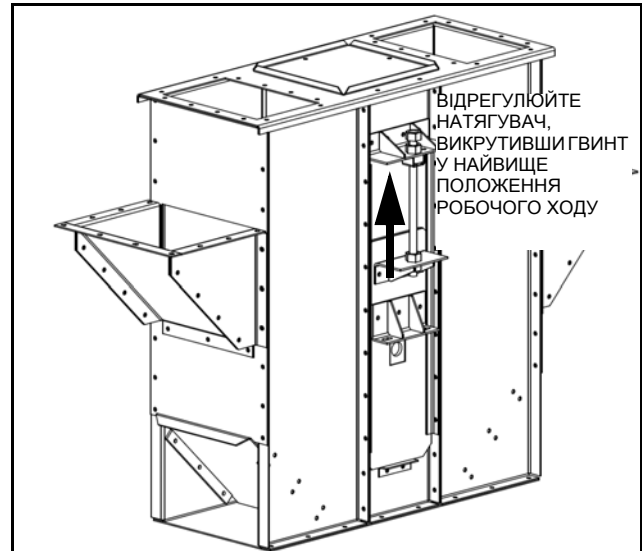

Рис. 3.10
1. За допомогою регулювальних гвинтів натягувача встановіть завантажувальний барабан в саме верхнє положення, де його натяг буде максимальним (Рис. 3.10).